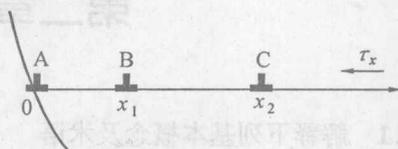

图 2-2
2.13 有一位错塞积群如图 2-2 所示, A、B、C 三根刃位错的柏氏矢量均为 b , 外加切应力为 τ , 试计算三根刃位错的间距和障碍物所受到的力 f 。